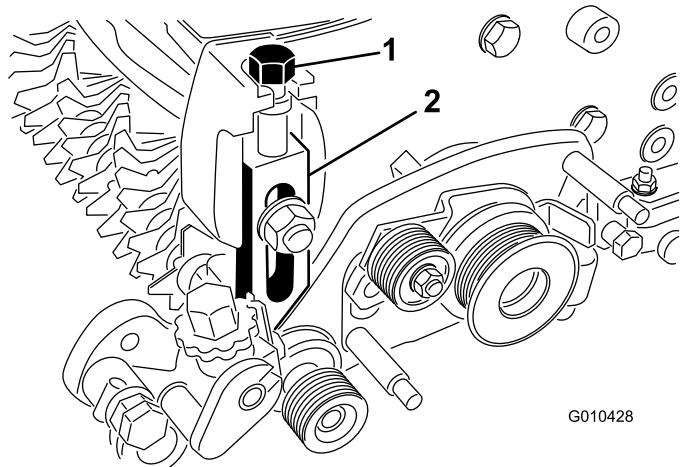

Figura 14
- Enrosque el perno de ajuste de la altura de corte en la parte superior del brazo de ajuste izquierdo (Figura 14).
- Instale el brazo de ajuste izquierdo en la placa lateral de la unidad de corte usando el perno de cuello cuadrado, la tuerca y la arandela existentes (Figura 14).
10. Enrosque el tornillo de ajuste de la altura de corte en la parte superior del brazo de ajuste derecho (Figura 14).
12. Instale el brazo de ajuste derecho en la placa lateral de la unidad de corte usando el perno de cuello cuadrado, la tuerca y la arandela existentes (Figura 14).